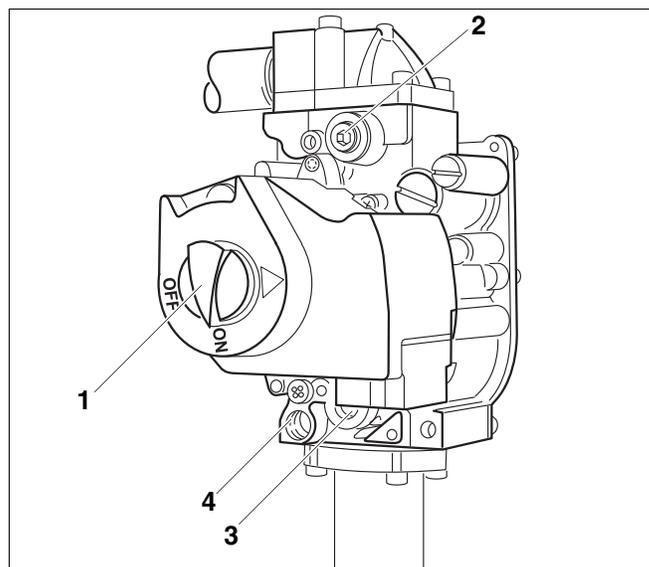

Fig. 27 Bloc gaz
6. Contrôler l'étanchéité de la conduite de raccordement du gaz jusqu'au bloc gaz (→ fig. 27) à l'aide d'une solution d'eau savonneuse. Si vous ne constatez aucune fuite, poursuivre avec l'étape 8. Dans le cas contraire, fermer le robinet principal du gaz.